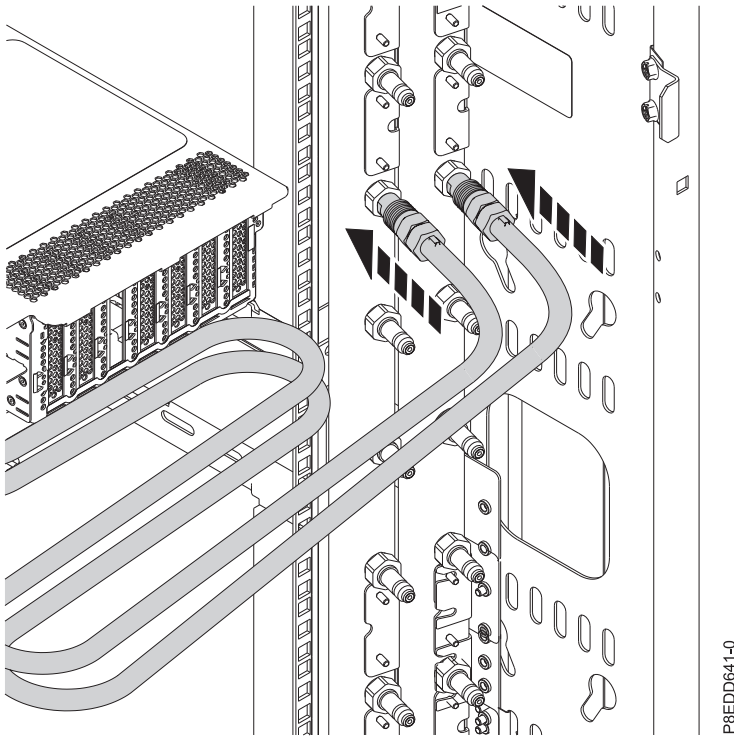

Figura 214. Reconexión de las mangueras de agua
5. Vuelva a conectar las mangueras de agua en la parte posterior del bastidor, como se muestra en la Figura 214.